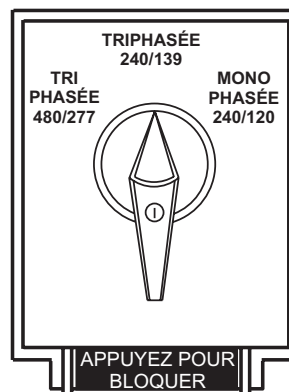

Figure 19. Commutateur de Sélection de Tension 240/139 V, Position Triphasée
1. Placez le commutateur de sélection de tension à la position 3Ø 240/139 comme l'indique la Figure 19.